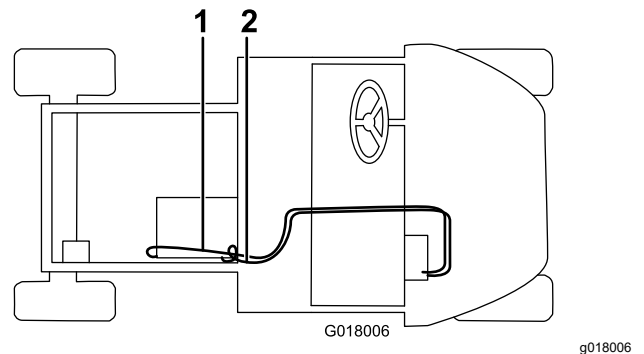

Figura 34
5. Conecte la manguera larga a la válvula del calentador con una abrazadera, pásela por el orificio de la base del asiento, por el orificio del bastidor y conéctela al acoplamiento recto con una abrazadera (Figura 34). Corte cualquier exceso de la manguera para que se ajuste.
6. Conecte la manguera más corta al acoplamiento en T de llenado blanco con una abrazadera, pásela por la abrazadera en R de la guantera y a través del orificio de la base del asiento, y conéctela al acoplamiento en T de la manguera inferior del radiador con una abrazadera (Figura 34). Corte cualquier exceso de la manguera para que se ajuste.